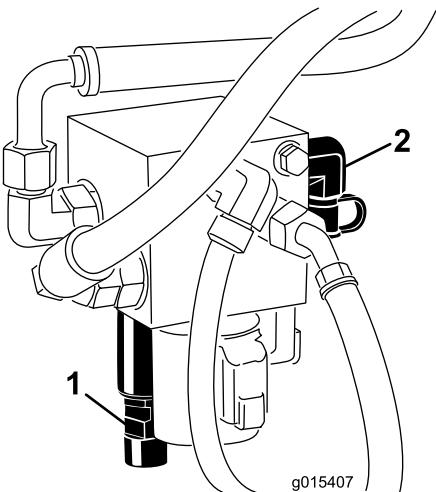

Figura 14
3. Ligue o indicador de pressão à porta de teste, atrás do manípulo de elevação (Figura 14).
4. Na parte da frente do manípulo de elevação, retire a tampa da bobina de contrapeso do manípulo (Figura 14).
5. Desaperte a porca de bloqueio na parte inferior da bobina de contrapeso (Figura 14).